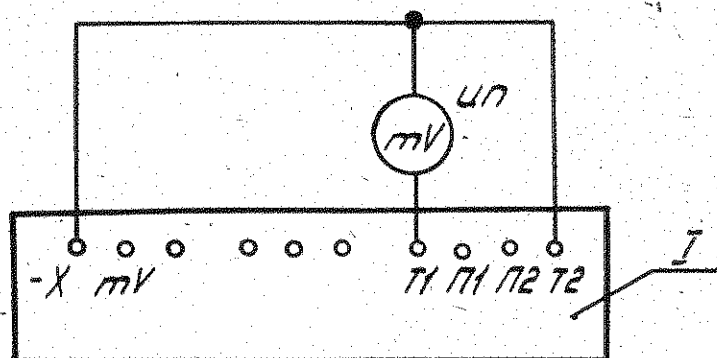

Рис. 10.
7. 7. 1. Соберите схему, приведенную на рис. 10.